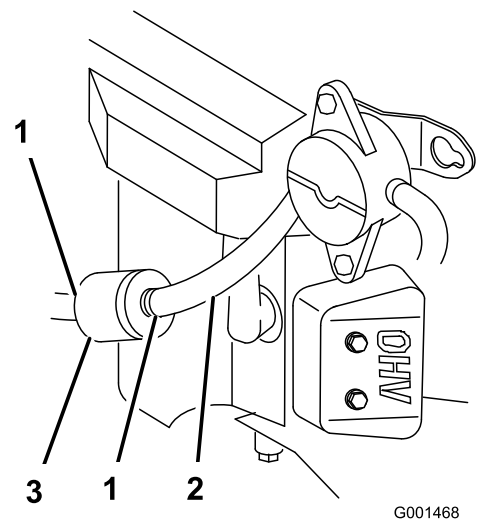

Figure 40
4. Pincez les extrémités des colliers et faites glisser ceux-ci pour les éloigner du filtre (Figure 40).